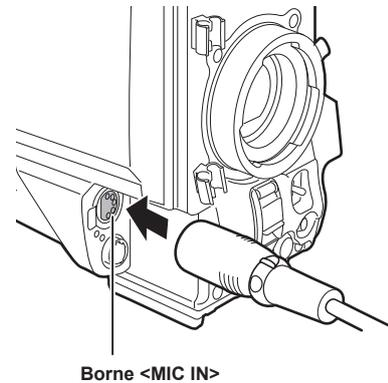

Fig. 3
- 3** Connectez le câble de microphone à la borne <MIC IN> sur la caméra. (Fig. 3)